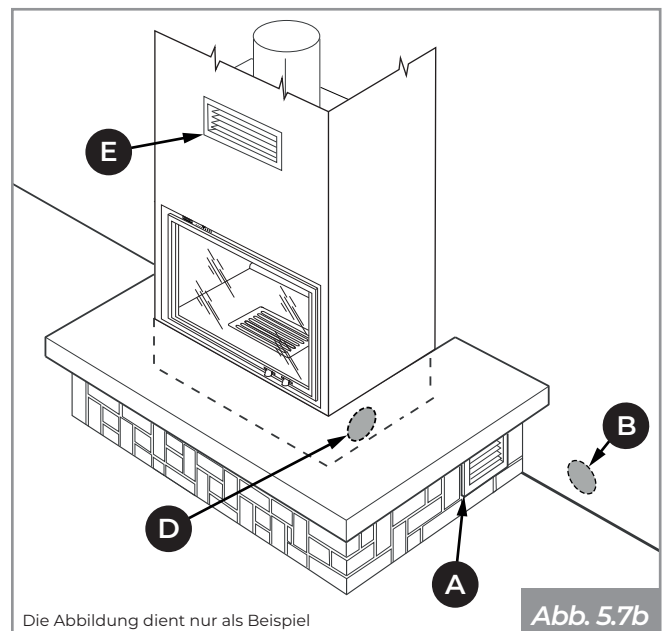

Abb. 5.7b
- **(Abb. 5.7b):** außerhalb der Verkleidung hergestellter Frischlufteinlass **(B)**, mit mitgeliefertem unterem Gitter für Umwälzung der Raumluft **(A)** seitlich in der Verkleidung;